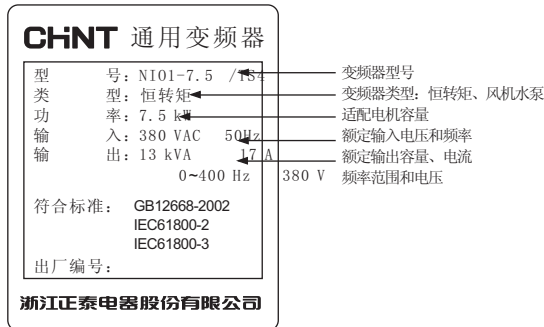

图1 变频器铭牌
- 6.9 在海拔高度超过1000米的地区，由于空气稀薄造成变频器的散热效果变差，有必要降额使用。图1所示为变频器的额定电流与海拔高度的关系曲线。